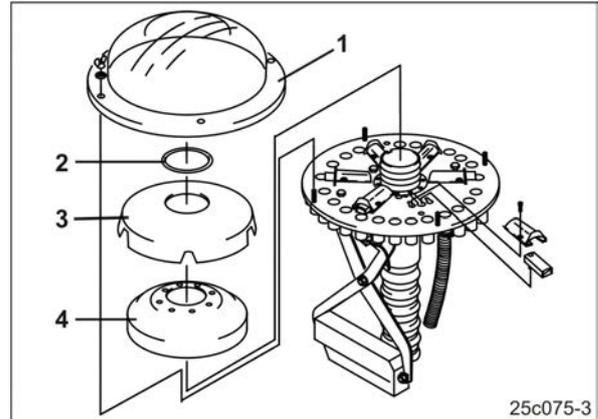

Fig. 146
6. Défaites le filtre à huile (Fig. 146/1) avec les 3 vis et remplacez la cartouche du filtre à huile.
1. Déposez le capot extérieur du distributeur (Fig. 146/1).
2. Déposez la bague (Fig. 146/2).
3. Déposez le capot intérieur du distributeur (Fig. 146/3).
4. Déposez la garniture en mousse (Fig. 146/4).